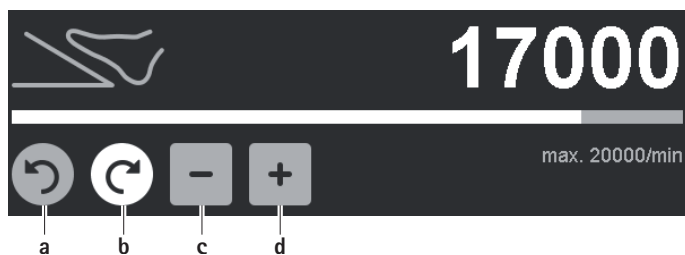

Fig. 6 Ändra den övre varvtalsgräns/rotationsriktningen
- Ändra rotationsriktningen (utom för bormaskin GA844): Tryck på den inaktiva, grå riktningknappen för högerrotation/vänsterrotation **a/b**, se Fig. 6.